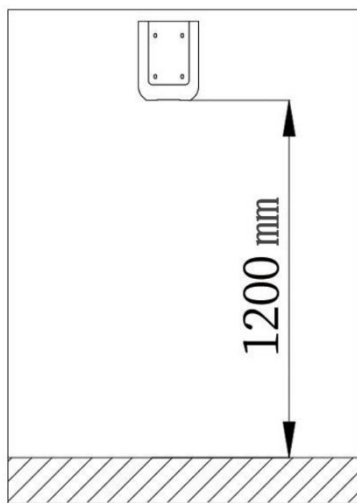

图 1
1.使用相关工具在墙面上标出安装位置，并打出 4 个膨胀螺丝固定位置，如图 1 所示